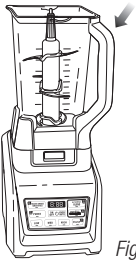
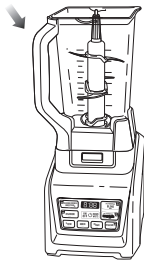

Fig. 4a
Fig. 4b
- 5 La jarra se puede colocar en la base del motor de dos formas distintas; el mango puede quedar en la esquina delantera derecha o en la delantera izquierda. **(Fig. 4a, Fig. 4b)**